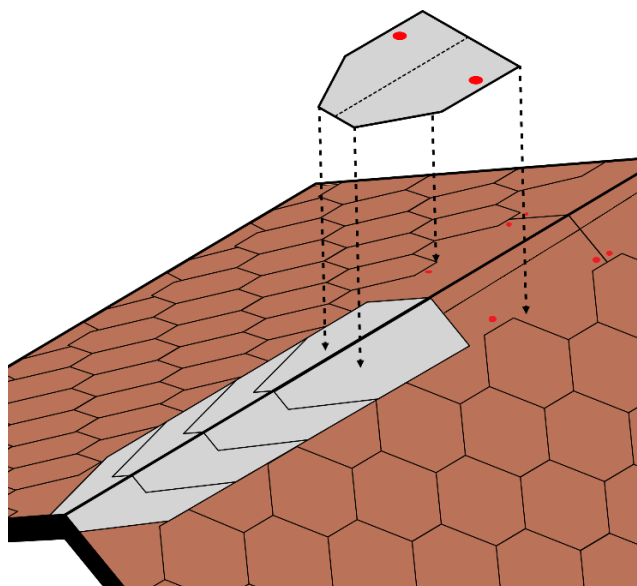

Fig. 11 - Posa elementi colmo
- Fissare il primo elemento colmo con 2 chiodi zincati da almeno 32mm di lunghezza, un chiodo per ogni lato - Fig. 11. Procedere con la posa degli altri elementi colmo in sequenza, lasciando una parte esposta di 10 cm tra un elemento e quello successivo.